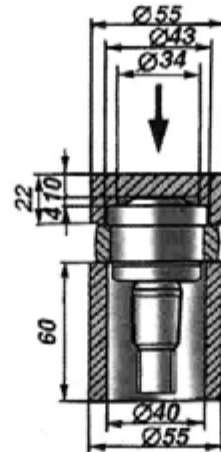

Рис. 6.29. Запрессовка шарнира рулевых тяг
- запрессовать новый шарнир в продольную тягу с помощью опорной втулки и нажимной пяты (рис. 6.29);